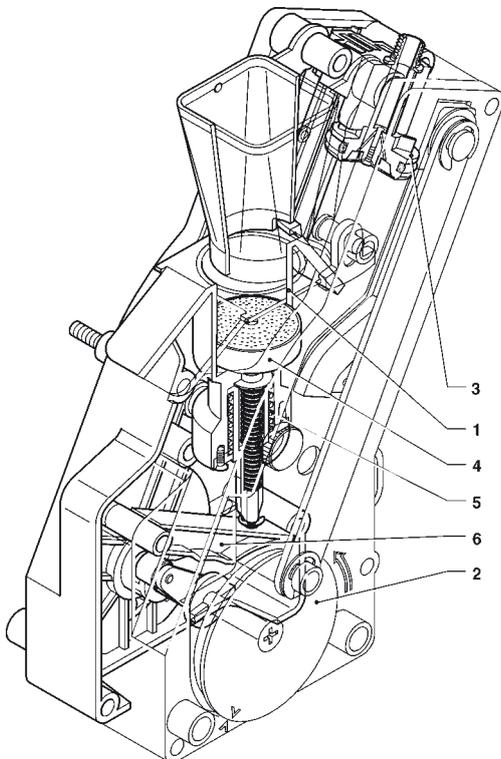

Fig. 19
Cuando se pide una selección de café, durante el funcionamiento del molinillo el grupo gira 180° de modo tal de traer la cámara de infusión en su posición vertical (ver fig. 19). El molinillo funciona hasta llenar la cámara del dosificador de café.
El café cae en la cámara de infusión (1) colocada verticalmente (ver fig. 19).